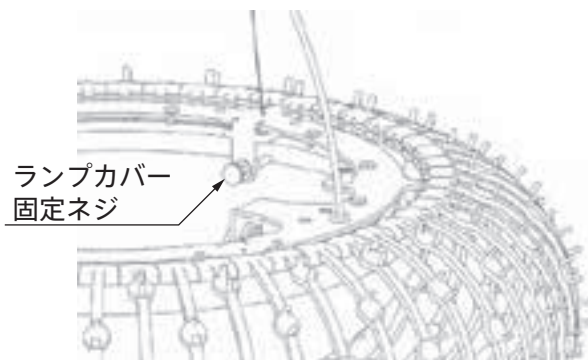

図3
10. フレームの上部から順にキノコ型オーナメントを取付けます。(図3)
10. フレームの上部から順にキノコ型オーナメントを取付けます。（図3）